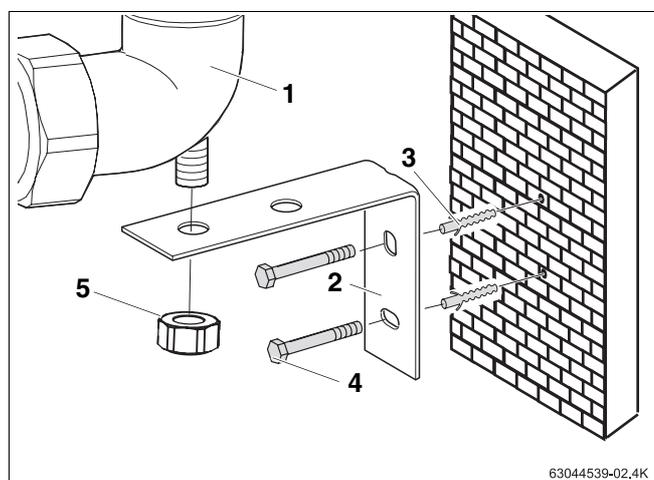

Abb. 5 Wandhalter montieren (Darstellung ohne hintere Wärmedämmschale)
- Die Befestigungspunkte für den Wandhalter (Langlöcher; Abb. 5, **Pos. 2**) anzeichnen und Löcher für die Dübel (Abb. 5, **Pos. 3**) bohren.
- Wandhalter mit Dübeln (Abb. 5, **Pos. 4**) und Schrauben (Abb. 5, **Pos. 4**) an der Wand befestigen.
- Hintere Wärmedämmschale auf den Wandhalter (Abb. 5, **Pos. 2**) schieben.
- Den Gewindestift M 8 am Winkel (Abb. 5, **Pos. 1**) der Mischgruppe durch das Loch im Wandhalter (Abb. 5, **Pos. 2**) führen und mit Mutter M 8 (Abb. 5, **Pos. 5**) befestigen.